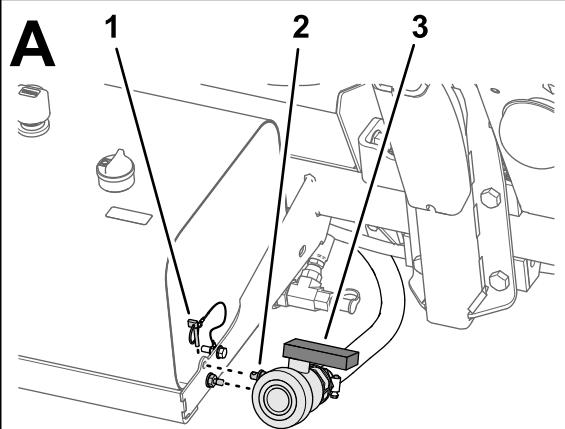

Bild 2
3. Lassen Sie das Wasser aus dem Sprühbehälter (Bild 2) ab; weitere Informationen finden Sie unter „Reinigen des Sprühfahrzeugs“ in der *Bedienungsanleitung* für die Maschine.
4. Entfernen Sie die Bundkopfschraube (5/16" x 1") und die Sicherungsbundmutter (5/16"), mit denen das Kabel des Klappsteckers an der Stütze des Hydraulikbehälters befestigt ist (Bild 2).